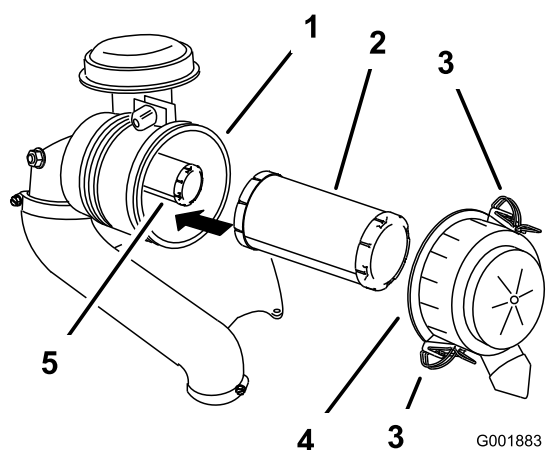

Рисунок 29
3. Освободите защелки воздухоочистителя и отделите крышку от корпуса воздухоочистителя (Рисунок 29).
- Осторожно извлеките фильтр грубой очистки из корпуса воздухоочистителя (Рисунок 29).
- При замене контрольного фильтра осторожно вставьте его в корпус фильтра (Рисунок 29).
- Осторожно вставьте фильтр грубой очистки поверх контрольного фильтра (Рисунок 29).
- Установите крышку воздухоочистителя таким образом, чтобы сторона с обозначением **Up (Верх)**, была обращена вверх, и закройте защелки (Рисунок 29).